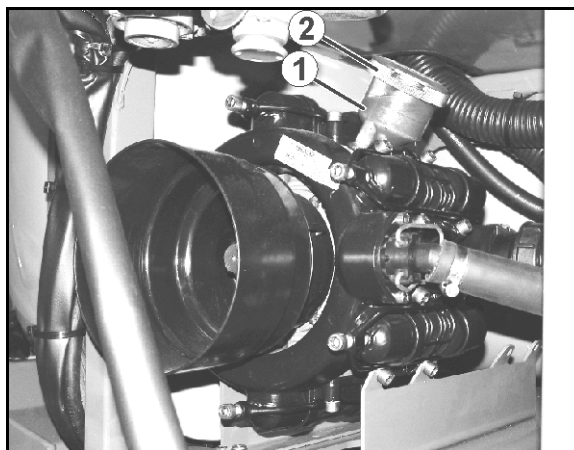

Fig. 159
1. Kontrollieren, ob der Ölstand an der Markierung (Fig. 159/1) bei nicht laufender und waagrecht stehender Pumpe sichtbar ist.
3. Den Deckel (Fig. 159/2) abnehmen und Öl nachfüllen, wenn der Ölstand an der Markierung (Fig. 159/1) nicht sichtbar ist.
2. Deckel (Fig. 159/2) abnehmen.
5. Antriebswelle wechselweise nach rechts und links drehen und neues Öl langsam auffüllen. Die korrekte Ölmenge ist eingefüllt, wenn das Öl an der Markierung (Fig. 159/1) sichtbar ist.